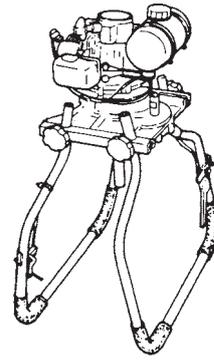

Fig. 14
- 2) Plegando las manijas hacia abajo, se transforman en el soporte para el almacenamiento. (Fig. 14)